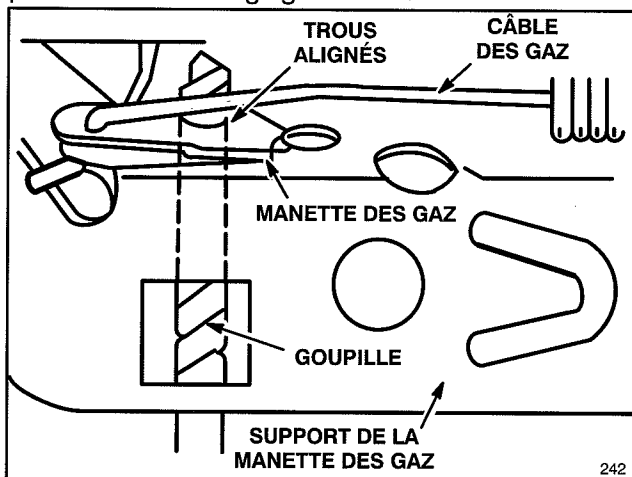

Figure 16
3. Desserrer le vis du serre-câble de façon à permettre au câble de glisser (Fig. 15). Aligner les trous de la manette des gaz sur ceux du support au moyen d'une goupille de 3 mm (0,21 pouce) de diamètre (Fig. 16). Resserrer la vis du serre-câble pour conserver le réglage du câble.